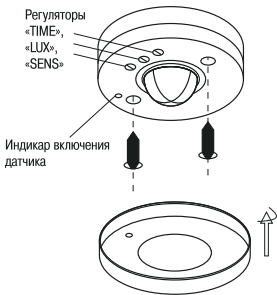

Рисунок 4 – Конструкция датчика движения ДД-024 и ДД-024В
5.2.2 Для доступа к крепёжным отверстиям в основании датчика, а также к регулировочным винтам, необходимо снять с датчика защитную крышку, повернув её по часовой стрелке (смотри рисунок 4).